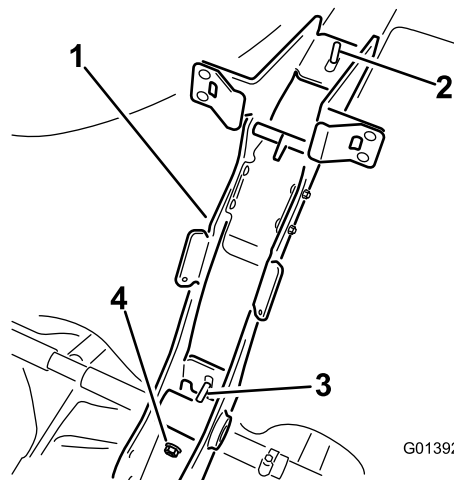

Рисунок 4
7. Прикрепите основную опорную раму к хомуту бака (Рисунок 4) с помощью двух фланцевых контргаек (3/8 дюйма).